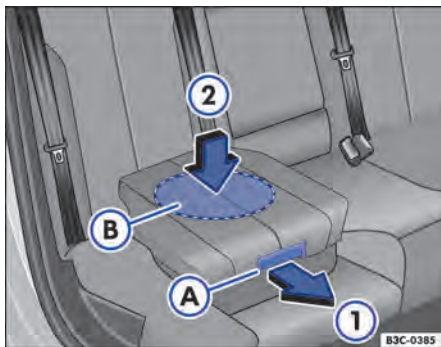

Fig. 94 Cadeira de criança integrada: rebater o estofamento do banco de volta.
- Pela alavanca de destravamento ⇒ **Fig. 94 (A)**, puxar o estofamento do banco para frente no sentido da seta **①**.
- Pressionar o estofamento do banco na região **do meio (B)** para baixo no sentido da seta **②** para que ele possa ser travado de maneira segura ⇒ **③**. Os suportes laterais se fecham automaticamente.
Ao rebater a cadeira de criança integrada de volta, pressionar somente no meio do estofamento do banco ⇒ **Fig. 94 ②**. Caso contrário, o estofamento do banco pode emperrar e não ser travado de maneira segura.